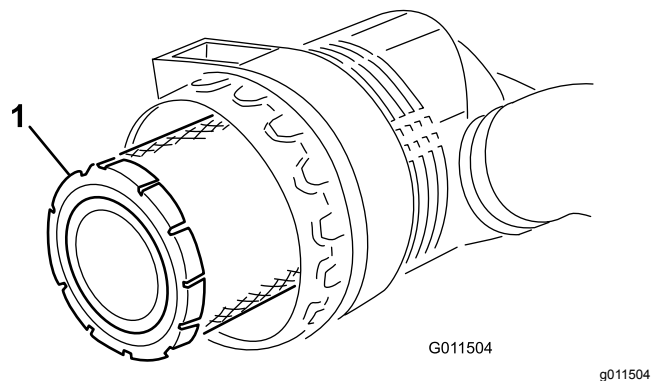
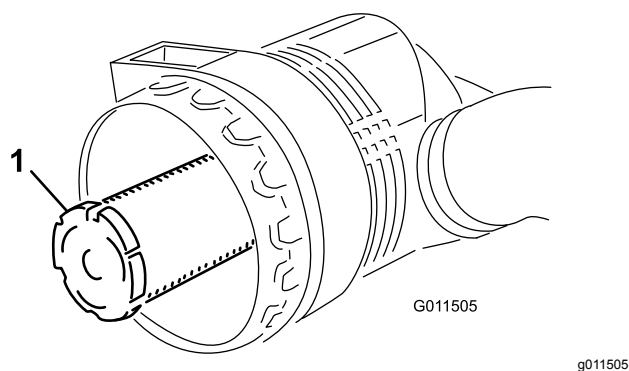

Figura 72
Figura 73
3. Togliete il filtro primario dell'olio (Figura 72). Si sconsiglia la pulizia dell'elemento usato, per evitare il rischio di danneggiare l'elemento filtrante. Controllate il filtro nuovo e accertatevi che non sia stato danneggiato durante la spedizione, in particolare l'estremità di tenuta del filtro ed il corpo. Non usate l'elemento se è avariato. **Non** togliete il filtro di sicurezza (Figura 73).
Importante: Non cercate mai di pulire il filtro di sicurezza (Figura 73). Sostituitelo con uno nuovo ogni tre revisioni del filtro primario.
4. Sostituire il filtro primario dell'olio (Figura 72).